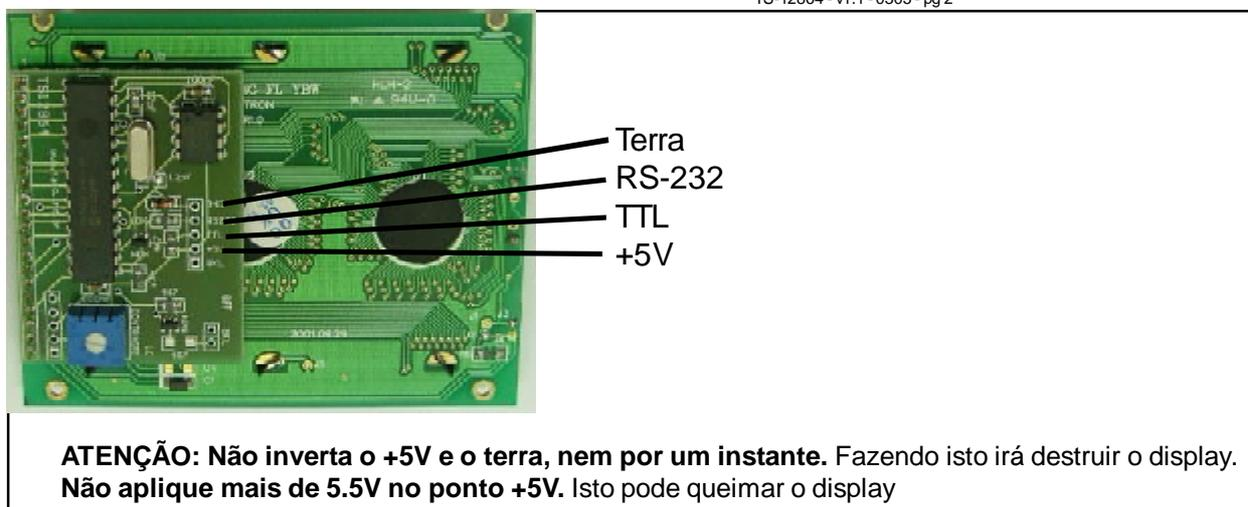
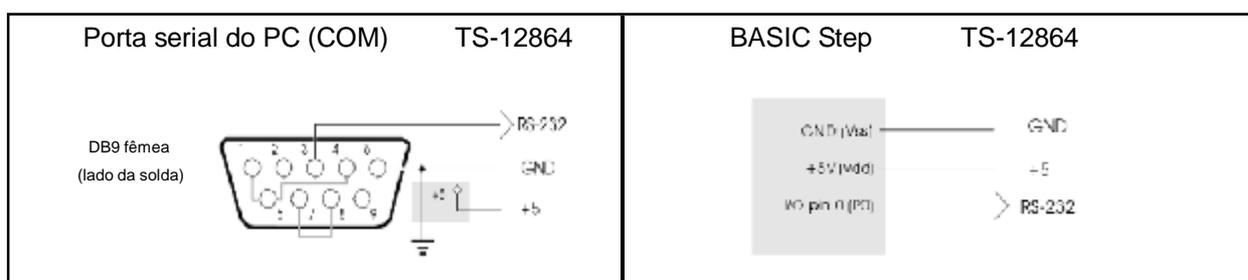

Figura 1
Figura 2
• Nota: O abuso do módulo, a sua operação fora dos limites de tensão e temperatura ou a tentativa de reparação ou modificação irá anular a garantia. Veja a figura 1 e as especificações.
A figura 1 mostra a placa de circuito impresso do display serial TS-12864.
A figura 2 mostra como ligar o display TS-12864 no PC e no BASIC Step de modo a rodar os exemplos apresentados mais tarde neste manual. Verifique a figura 1 ou as marcações no display para a localização dos pontos +5V, GND e SER (RS-232).